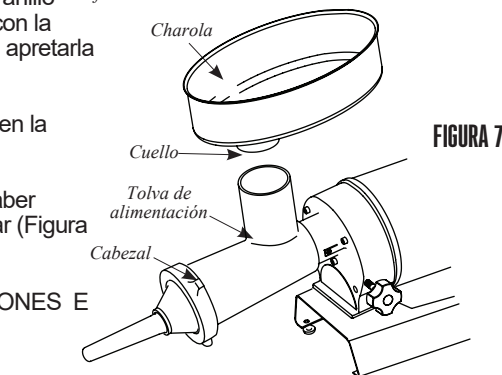

FIGURA 7
7. Inserte el cuello de la bandeja en la tolva de alimentación (Figura 7).
8. **NUNCA** opere el molino sin haber asegurado la bandeja en su lugar (Figura 7).